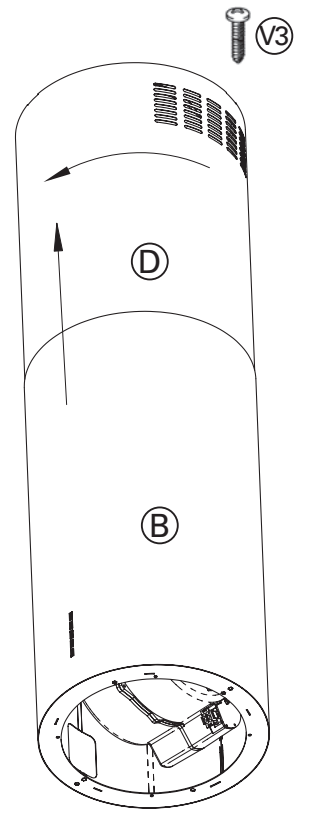

Fig. 2A/Abb. 2A
- 4) Fare scorrere la prolunga (D) verso l'alto fino alla flangia superiore del traliccio, successivamente ruotarla in senso orario fino ad agganciarla alla flangia (fig. 2a) e fissarla definitivamente con la vite metrica M3 (V3) in dotazione.
- 4) Raise the extension (D) to the iron framework flange and turn it to fix the extension to the flange (fig. 2a), then fasten the extension to the iron framework (C) using the enclosed metric screw (V3).
- 4) Die Verlängerung (D) bis zum oberen Fachwerkflansch nach oben gleiten lassen, anschließend im Uhrzeigersinn drehen, bis man sie am Flansch befestigt hat (Abb. 2A). Am Ende mit der mitgelieferten metrischen Schraube M3 (V3) befestigen.
- 3) Faire glisser la rallonge (D) vers le haut jusqu'au bord supérieur du treillis, ensuite la faire tourner dans le sens des aiguilles d'une montre jusqu'à l'accrocher au bord (fig. 2A) et la fixer définitivement avec la vis métrique M3 (V3) fournie.
- 3) Mover la prolongación (D) hasta lo más alto de la estructura, girándola en el sentido horario (fig. 2a) y fijarla definitivamente con el tornillo métrico M3 (V3), suministrados para tal fin.